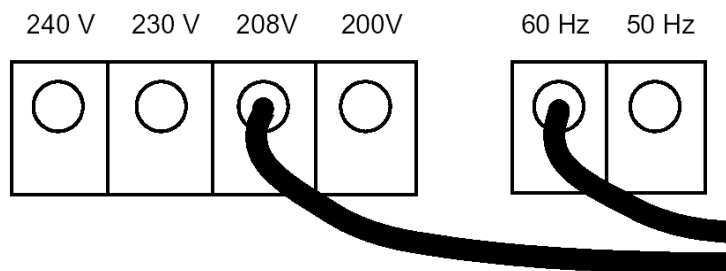

Рис. 1: Конфигурация балласта
3. См. рисунок 1. Убедитесь, что *более длинный* черный балластный провод подсоединен к гнезду, обозначение на котором соответствует напряжению местной электросети. В противном случае произведите переподключение. Если в обозначениях не указано точное напряжение сети, используйте гнездо с отметкой, соответствующей ближайшему сверху значению напряжения. Например, при напряжении в местной сети 220 В следует подключаться к гнезду терминала с пометкой «230 В».